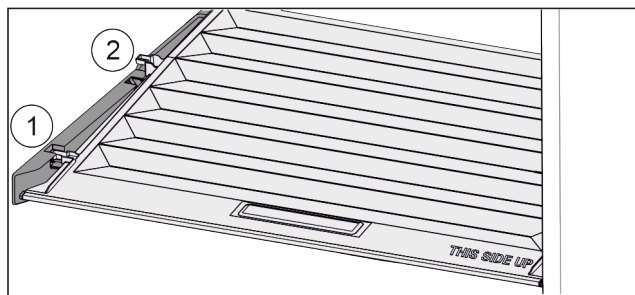

Fig. 152
- Deksel tot de opening in de vasthouddelen naar voren trekken Fig. 152 (1).
- Aan de achterkant vanaf de onderkant omhoog tillen en vanaf de bovenkant verwijderen Fig. 152 (2).